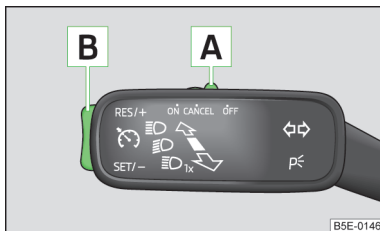

Abb. 135
- Den Schalter **A** » Abb. 135 in Stellung **ON** drücken.
- Den Schalter **A** » Abb. 135 in Stellung **OFF** drücken.
- Die Wippe **B** in der Position **SET** » Abb. 135 auf Seite 145 drücken.
- Die Wippe **B** in der Position **RES** » Abb. 135 auf Seite 145 drücken.
Die gespeicherte Geschwindigkeit kann durch Drücken der Wippe **B** » Abb. 135 auf Seite 145 in der Position **SET** verringert werden.
Die Geschwindigkeitsregelanlage wird **vorübergehend abgeschaltet**, indem der Schalter **A** » Abb. 135 auf Seite 145 in die gefederte Position **CANCEL** bzw. das Bremspedal gedrückt wird.